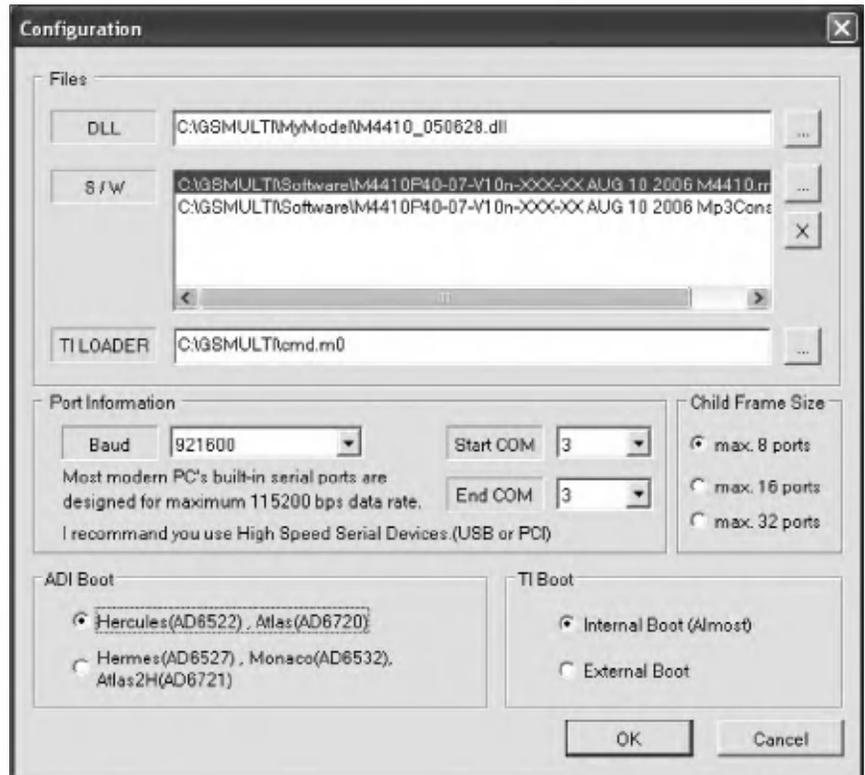

Рис. 1. Диалоговое окно «Configuration»
По умолчанию программа GSM Multi Downloader устанавливается на диск «С» используемого компьютера в папку C:\GSMULTI. Папка «Models», содержащая dll-библиотеки, обычно находится в рабочей папке программы GSM Multi Downloader. Однако, при необходимости, dll-библиотеки можно перенести в любую другую папку. Используемый начальный загрузчик (dll-библиотеки) выбирают в диалоговом окне «Configurations» (рис. 1), для вызова которого входят в пункт «Settings -> Configurations» основного меню программы GSM Multi Downloader. Так же через диалоговое окно «Configurations» устанавливают и другие параметры конфигурации программы.
2. Запускают программу GSM Multi Downloader и входят в пункт меню «Settings -> Configurations», при этом на экран будет выведено диалоговое окно, приведенное на рис. 1.